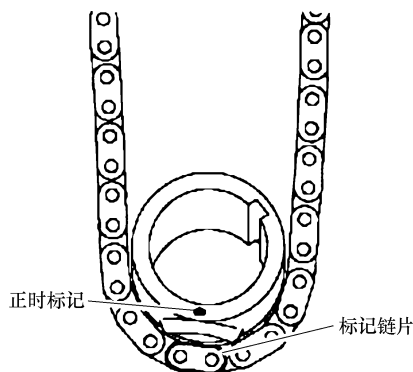

图 24-59 对齐曲轴正时标记
② 按照图 24-59 所示,把 1 号正时链条上的橙色链片与曲轴正时齿轮上的正时标记对齐,然后把 1 号正时链条安装到曲轴正时齿轮上。